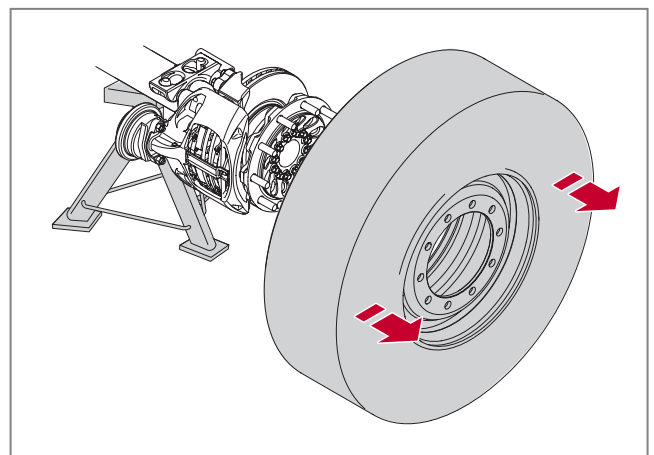

Abb. 7 - Rad demontieren
2. Demontieren Sie die Radmuttern und danach das Rad, siehe ► Abb. 7.